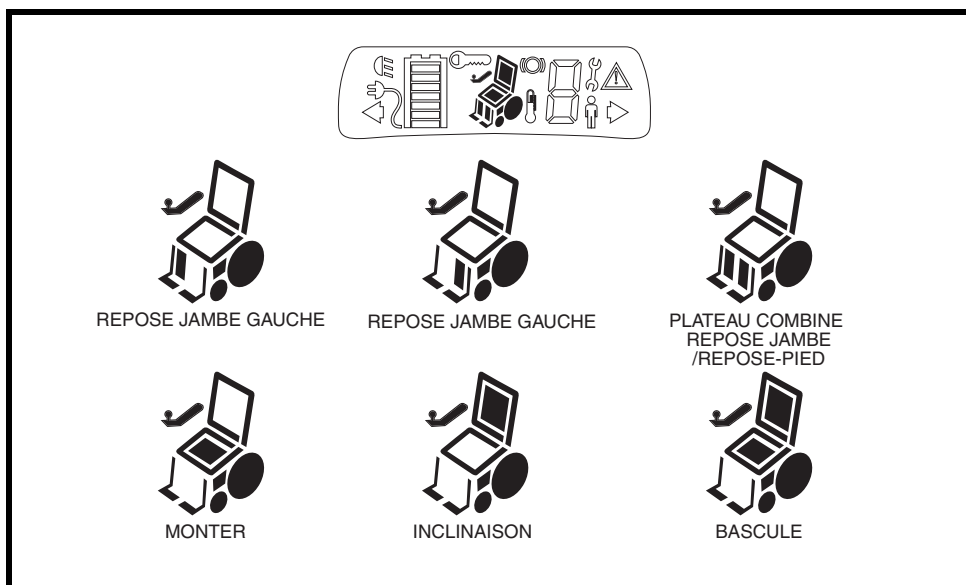

Figure 2. Sélection actionneurs
Le contrôleur NE+ peut commander jusqu'à deux actionneurs via les boutons d'actionneurs et la manette de commande ou via les boutons «profile decrease» «profile increase» et la manette de commande. L'actionneur sélectionné est indentifié par un voyant lumineux. **Voir la figure 2.**
3. Poussez la manette vers la droite pour choisir un actionneur. Les voyants indiqueront quel actionneur est sélectionné. **Voir la figure 2.**